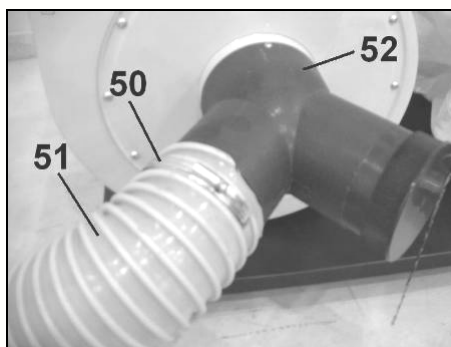

Fig 24
- Placez un des 2 colliers (50) à l'une des extrémités du tuyau Ø100mm (51) (Fig 24).
- Emmanchez le tuyau (51) sur l'une des deux entrées du collecteur (52) puis serrez le collier (50).